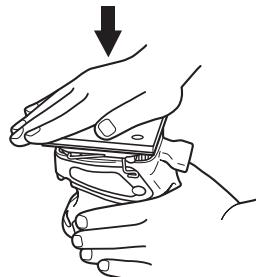

Fig. 4
- (3) Fixer solidement la toile émeri à fixation rapide en appuyant dessus fortement et de façon uniforme avec la paume. (Fig. 4)